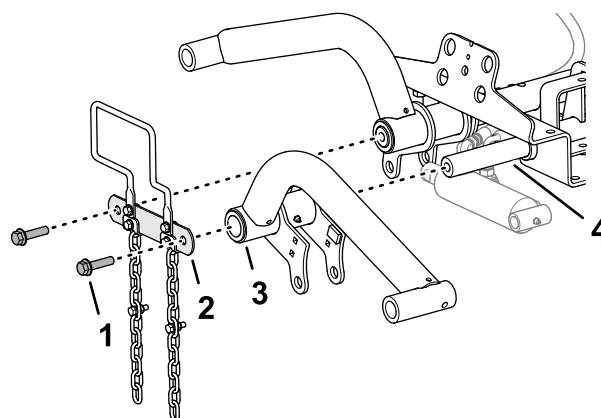

Рисунок 11
1. Установите подъемные рычаги на оси поворота подъемного рычага, как показано на Рисунок 11.
2. Прикрепите тягу оси поворота к осям поворота подъемного рычага (Рисунок 11) с помощью 2 колпачковых винтов с фланцем (1/2 x 2 дюйма), снятых при выполнении пункта Подготовка к установке подъемных рычагов (страница 19).